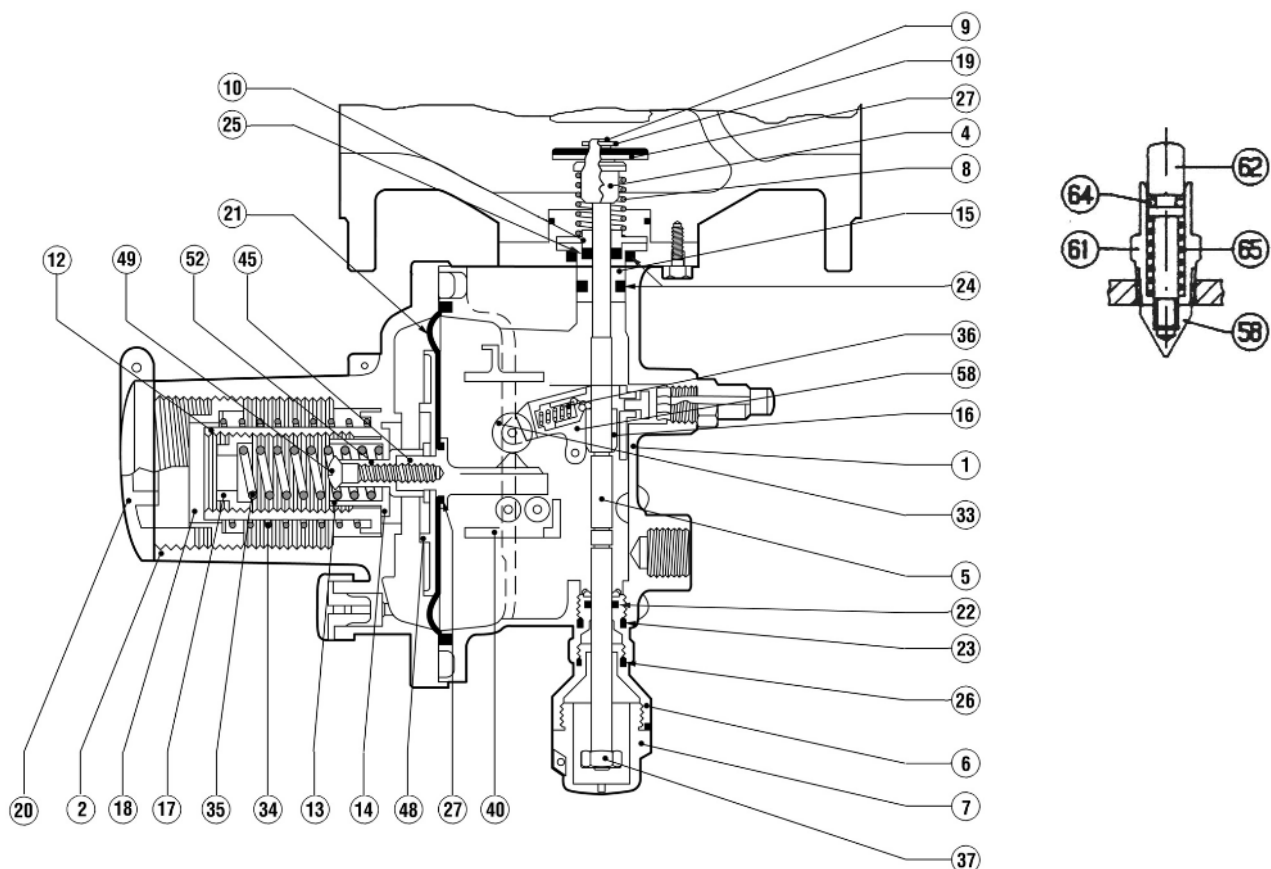

fig. 26
7.4 VANNE DE BLOC LAI..(fig. 26)